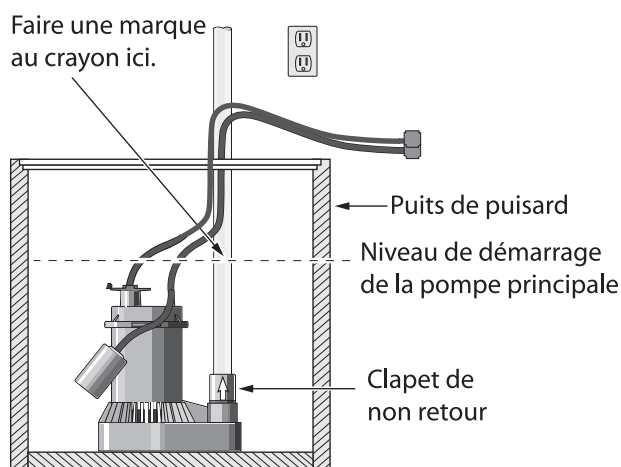

Figure 1 : faire une marque au niveau d'eau de « démarrage »
1. Déterminer le niveau d'eau élevé dans le puits de puisard (le niveau d'eau auquel la pompe de puisard en place (principale) se met en marche - se reporter à la figure 1). Couper l'alimentation vers la pompe et indiquer ce niveau sur le tuyau de décharge à l'aide d'un crayon ou d'un marqueur.
3. Si le puisard est trop petit et qu'il est impossible d'y installer les deux pompes, installer un support angulé sur le tuyau de décharge de la pompe de puisard principale à l'aide de colliers à tuyau en acier inoxydable. Installer la pompe de secours sur le support angulé. Se reporter à la figure 1, « décharge distincte ».